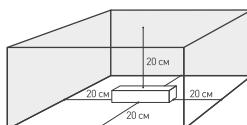

Рис. 2. Свободное пространство вокруг источника
4.4. Не нагружайте источник питания более чем на 95% от его максимальной мощности. Учитывайте, что с повышением температуры окружающей среды, максимальная мощность источника питания снижается, см. график зависимости на рис. 2.